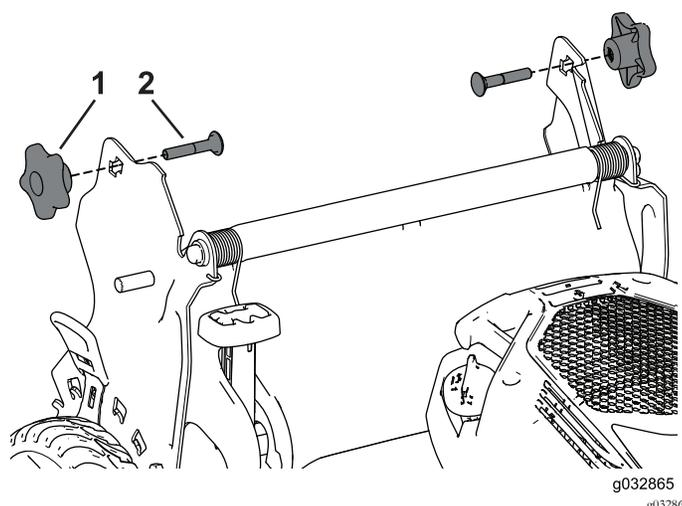

Рисунок 29
3. Вставьте каретный болт (так, чтобы головка болта была направлена внутрь) сквозь кронштейн рукоятки и в верхнее отверстие торцевой части рукоятки. Убедитесь в том что квадратная кромка каждого каретного болта вошла в верхнее или нижнее квадратное отверстие соответствующего кронштейна рукоятки (Рисунок 29).